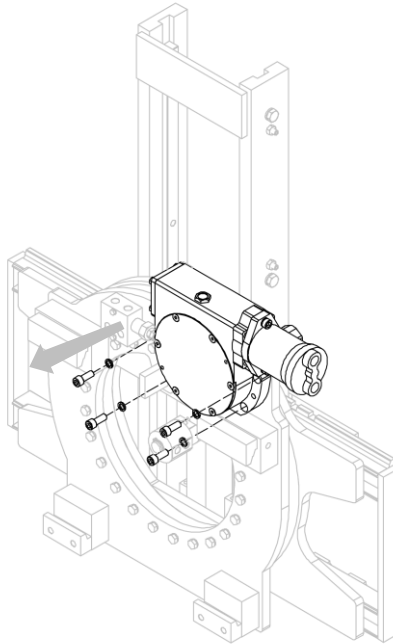

Figura 39
3. Rimuovere la coppia riduttore-motore dalla struttura dell'attrezzatura, dopo aver rimosso le relative viti (vedi *Figura 39*).